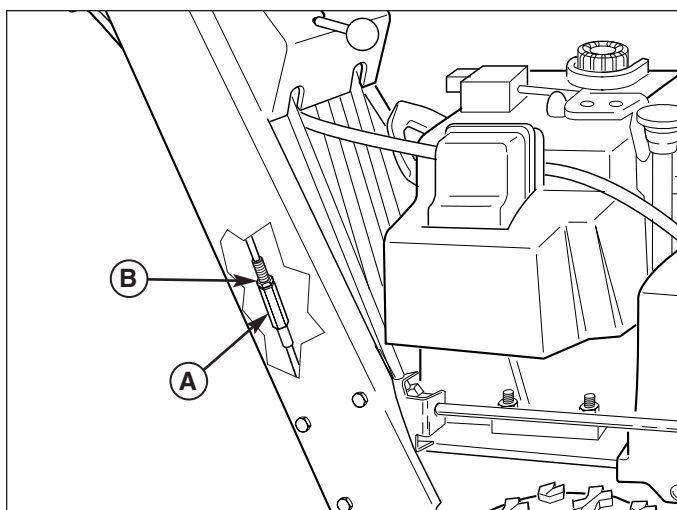

Figure 21. Réglage du câble
2. Desserrer le contre-écrou (B, Figure 21).
3. Tourner l'écrou de réglage (A) de manière à allonger ou raccourcir le câble. Le câble doit être juste assez tendu pour éliminer tout jeu au niveau du levier, mais sans pour autant engager le mécanisme Easy Turn(tm) lorsque le levier de commande est au repos.